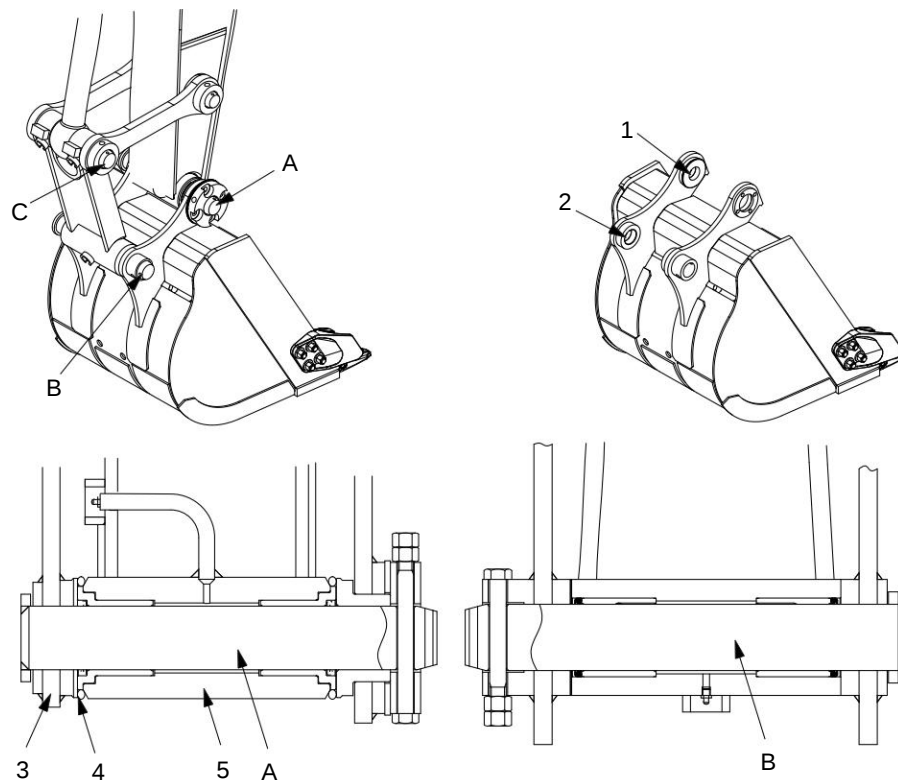

Figura 4-37
- b) Desmonte as porcas duplas do parafuso de travamento de cada pino do mancal do braço e da biela e em seguida o parafuso de travamento; em seguida, retire sucessivamente o pino do mancal (A) do braço e o pino do mancal (B) da biela e, em seguida, a caçamba, conforme Figura 4-37.